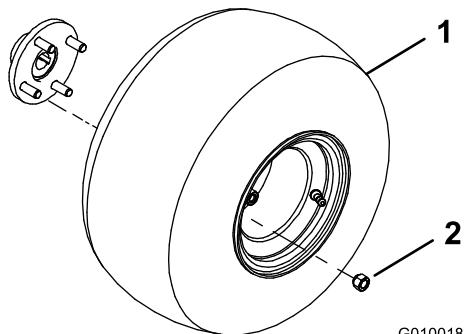

Figura 3
- Montate un gruppo ruota su ogni mozzo della ruota posteriore (Figura 3).
- Installare i dadi a staffa (Figura 3) e serrateli a 61-75 Nm.